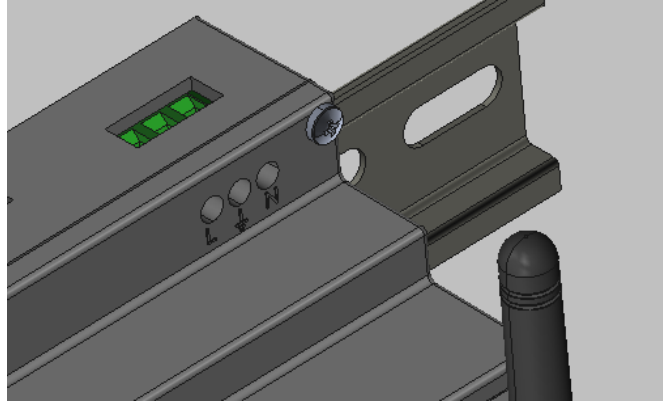

Рис.7 - Штифт 3-контактної клемної колодки
- 2) Підключіть кабель живлення змінного струму, дотримуючись вказівок на 3-контактній клемній колодці (Рис.7).
4. Підключення до зарядних станцій Azzurro для зарядки електромобілів (EV)